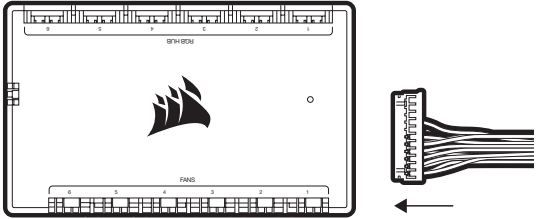

图 1
- > 将泵的 24 引脚线缆连接到 Commander CORE (图 1)。